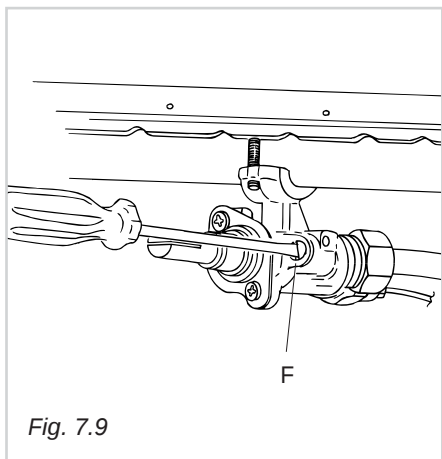

Fig. 7.9
I rubinetti del piano di lavoro sono dotati di valvolatura di sicurezza; in questi rubinetti la vite di regolazione del minimo è situata all'esterno del rubinetto (Fig. 7.9).
- Sfilare la manopola del rubinetto e con un cacciavite a taglio agire sulla vite **F** (fig. 7.9) fino ad ottenere la fiamma desiderata.